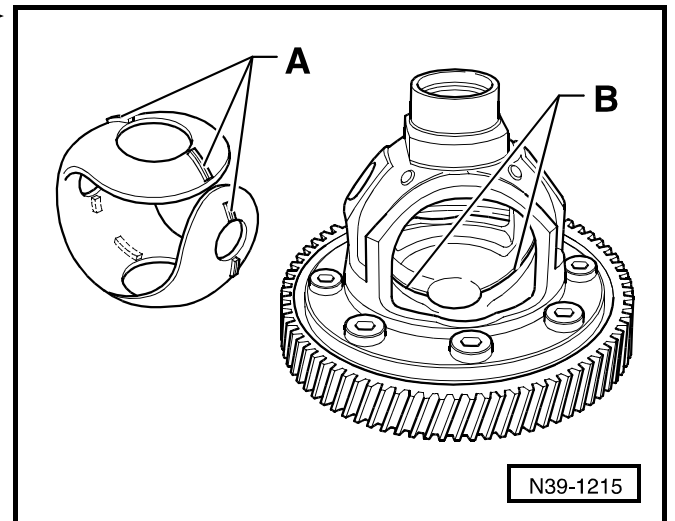

Fig. 9: Installer les pignons coniques du différentiel ►
- Poser ⇒ Fig. 9 au **39-3** page 6